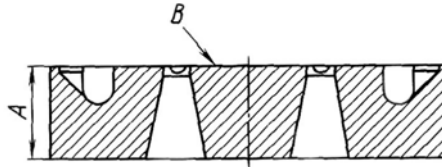

Рис.53. Распределительный диск
**Распределительный диск.** Не допускаются трещины или обломы, не допускается уменьшение размера А (рис.53) менее 13,8 мм.